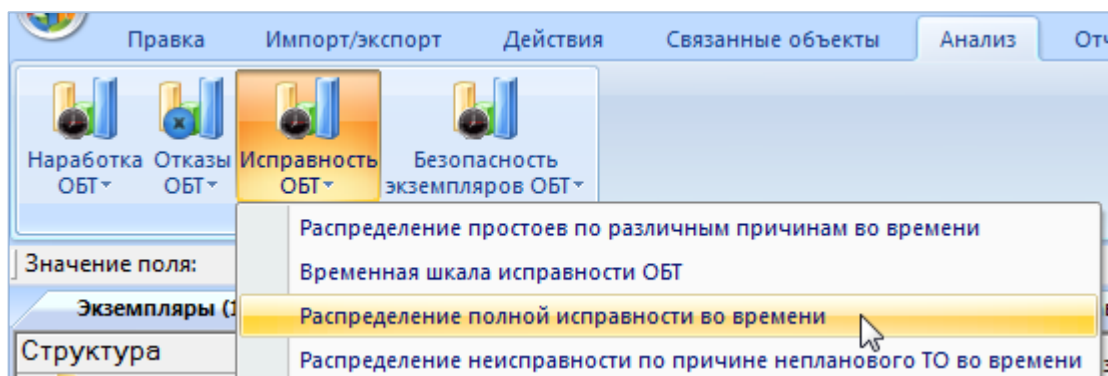

Рис. 28-37 – Выбор диаграммы по исправности
- 3) Нажать кнопку «Исправность ФИ» панели «Диаграммы» на вкладке «Анализ» и выбрать пункт «Распределение полной исправности во времени» (рис. 28-37).